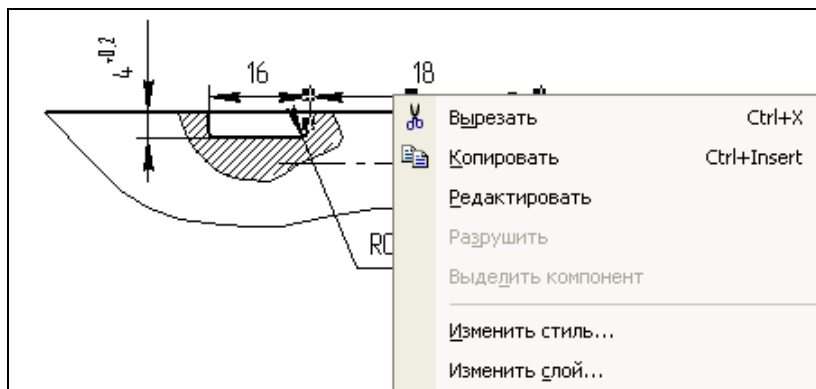

Рис. 13.10. Контекстное меню при выделении объектов
- ◆ нажмите ЛК мыши и вызовите контекстное меню (рис. 13.10);